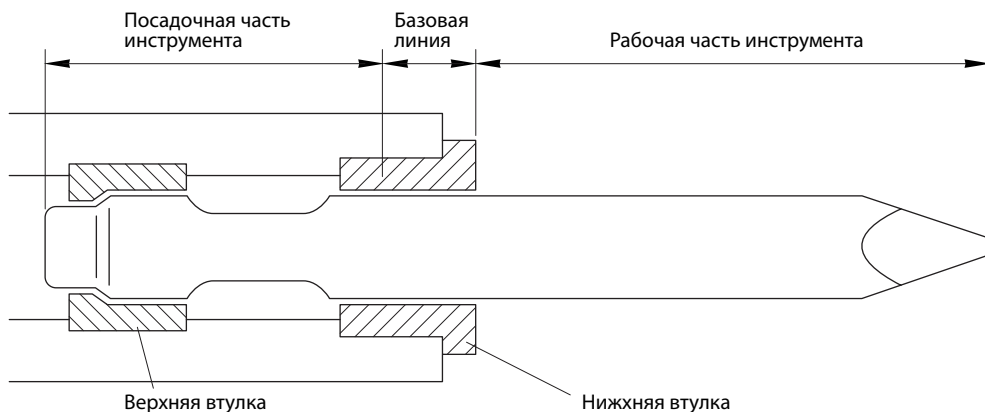
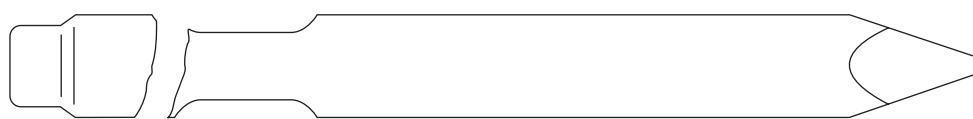

рис. 4
рис. 5
■ Поломка хвостовика (рис. 4 и 5)
Если поломка изделия происходит в любой точке хвостовика пика, как показано на рис. 5, в основной линии, показанной на рис. 4, это может произойти из-за дефекта материала, неэффективной термообработки, деформации инструмента. Если такой дефект обнаружен, поврежденные изделия заменяются по гарантии.